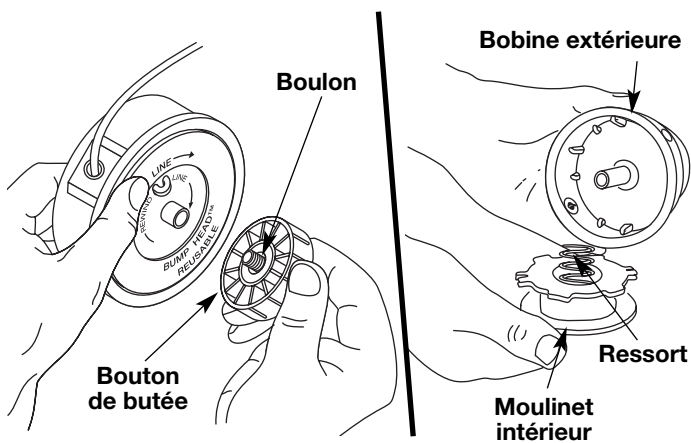

Fig. 13
2. Retirez le moulinet intérieur de la bobine extérieure (Fig. 13).
3. Retirez le ressort du moulinet (Fig. 13).
- Tenez la bobine extérieure d'une main et dévissez le bouton de butée vers à gauche. Inspectez le boulon à l'intérieur du bouton de butée pour vous assurer qu'il se déplace librement. Remplacez le bouton de butée s'il est endommagé (Fig. 13).
- Retirez l'ancien moulinet intérieur de la bobine extérieure (Fig. 13).
- Retirez le ressort de l'ancien moulinet intérieur (Fig. 13).